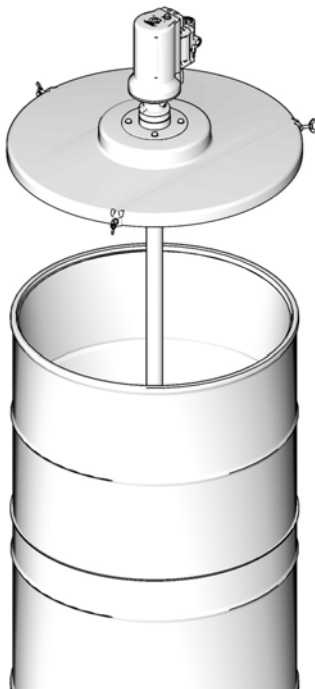

FIG. 9
7. Inserte el tubo de goteo de la bomba a través del centro del ojal de caucho del plato seguidor (FIG. 9).